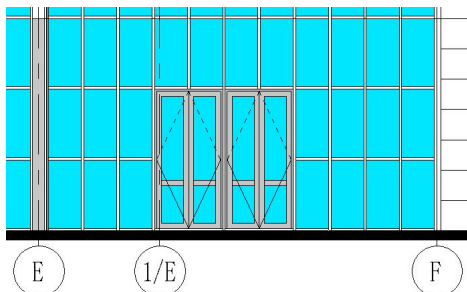

图 6-14 幕墙嵌板修改
• 按照以上方法，在东立面修改 E 轴、F 轴间的幕墙嵌板，更改后的幕墙嵌板见图 6-14。